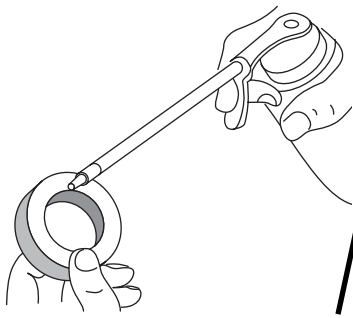

Fig. 17
4. Aplique suficiente aceite limpio SAE 30 para recubrir ligeramente el filtro (Fig. 17).